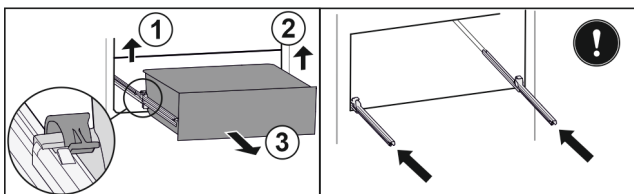

Fig. 177
- Ngrini lart kapësen e majtë dhe në të njëjtën kohë tërhiqni nga përpara sirtarin e majta. Fig. 177 (1)
- Ngrini lart kapësen e djathtë dhe në të njëjtën kohë tërhiqni nga përpara sirtarin nga e djathta. Fig. 177 (2)
- Hiqni sirtarin nga përpara. Fig. 177 (3)